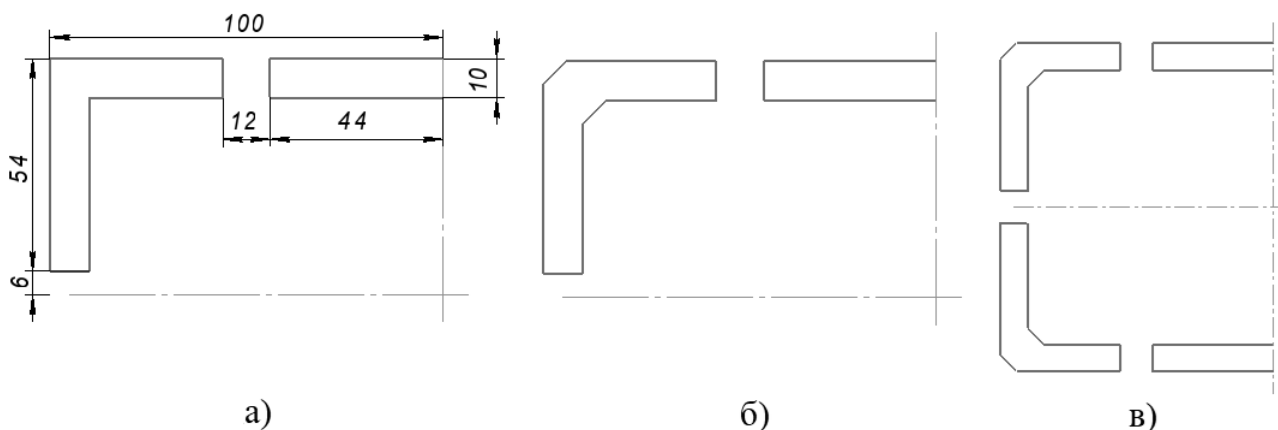

Рисунок 41 – Последовательность выполнения задания
3. Вычертите четвертую часть корпусной детали (рисунок 41 а). Постройте фаски длиной 6 мм под углом 45° (рисунок 41 б). Постройте симметричное изображение четверти корпусной детали (рисунок 41 в).